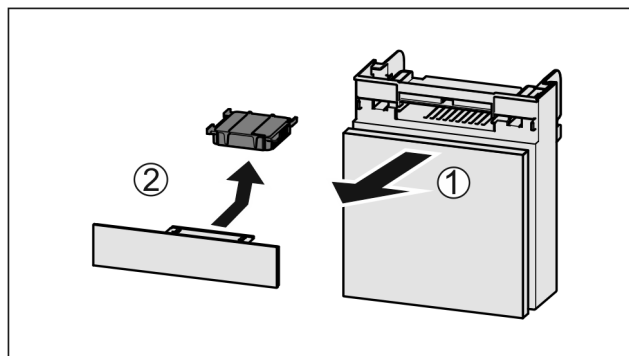

Fig. 199
- Extraire le compartiment par l'avant Fig. 199 (1).
- Sortir le filtre à charbon actif Fig. 199 (2).